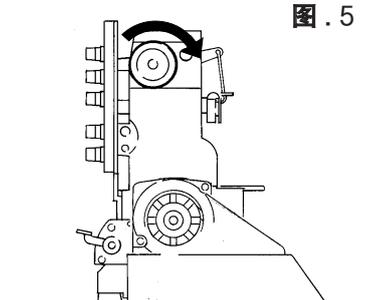

图 . 5
3. 最初开始运转缝纫机时，打开电源确认传动轮的运转方向。缝纫机的正运转从传动轮侧来看是向右旋转。(图 5,6)